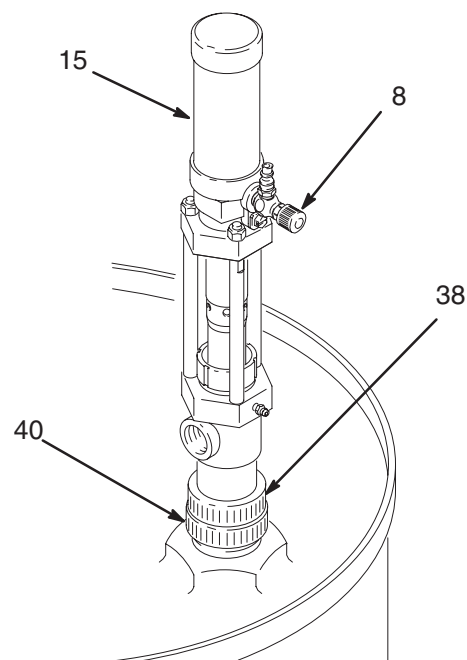

Abb. 1
1. Fassverschraubung (40) und Pumpe fest am Fassdeckel anschrauben. Siehe Abb. 1.
2. Haltering (38) fest anziehen, um die Verbindung völlig luftdicht zu machen.
3. Schild (15) an der Perforation auseinander ziehen. Oberfläche des Luftmotors mit Lösemittel reinigen und das entsprechende Schild (RES oder ISO) aufkleben, um das zu pumpende Material zu kennzeichnen.